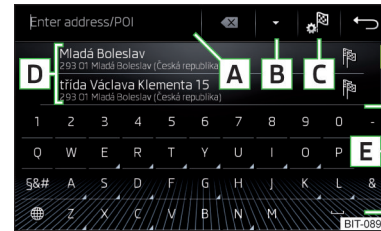
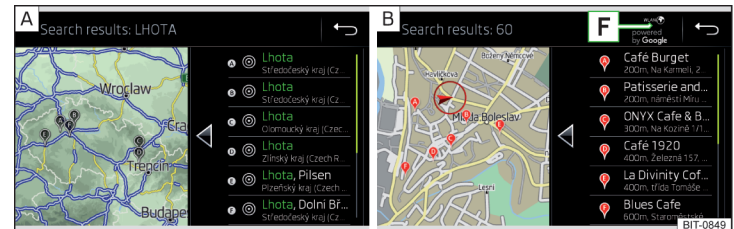

Abb. 164
Abb. 165 Liste der aufgesuchten Ziele: in den Navigationsdaten / online
Funktionsflächen » Abb. 164 und » Abb. 165
Im Bereich **D** » Abb. 164 wird eine Liste der aufgesuchten Ziele angezeigt.
- ▶ **oder:** Die Funktionsfläche **B** » Abb. 164 antippen.
- In den Navigationsdaten aufgesuchte Ziele » Abb. 165 - **A**.
- Online aufgesuchte Ziele » Abb. 165 - **B**.
Im Menü zur Zielsuche im Bereich **[D]** » Abb. 164 auf Seite 149 wird eine Kurzliste der letzten Ziele angezeigt. ▶